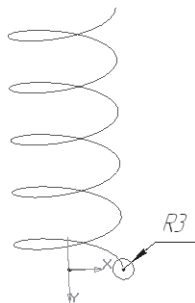

Рис. 286
- постройте окружность радиусом 3 мм, используя Глобальную привязку – **Ближайшая точка** (рис. 286);